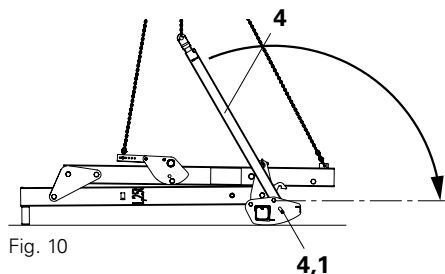

Fig. 10
1. Con la gru ruotare uno dopo l'altro i bracci forza (4) finché il perno di sicurezza (4.1) si innesta. (Fig. 10)